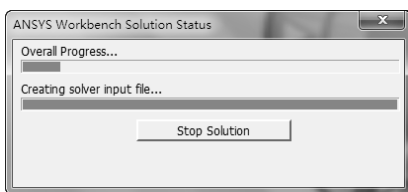

图 9-37 求解进度条
1) 单击工具栏上的【Solve】按钮 Solve ▾，启动求解，系统弹出进度条，表示正在求解。求解完成后进度条自动消失，如图 9-37 所示。